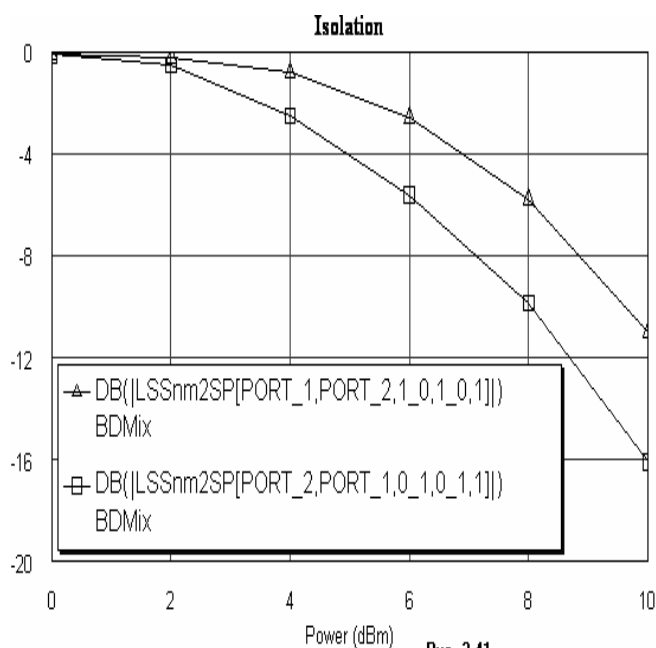

Рис. 3.41
- Щёлкните левой кнопкой мышки по значку **Analyze** на панели инструментов. Полученный график показан на рис. 3.41.